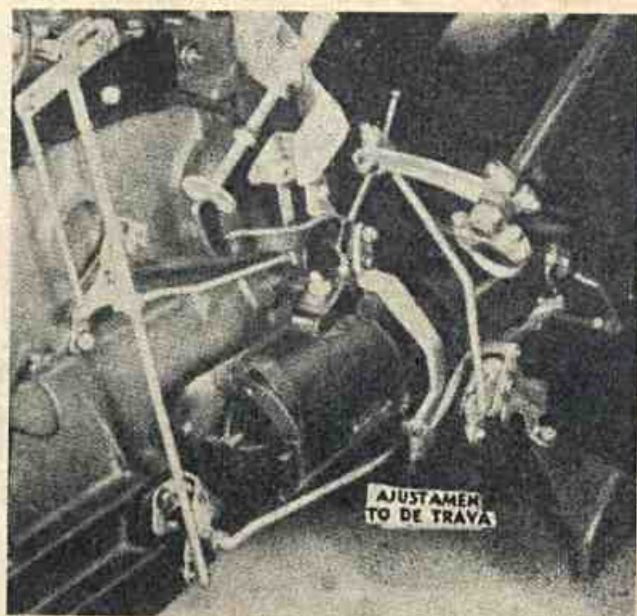

Fig. 89 — Ajustamento da trava do arranque.
- 3 — Com a alavanca do pedal de partida calcada ao máximo contra o parador, ajusta-se o comprimento do tirante da trava por meio de porcas ajustadoras, de modo que o indicador de mudança (sob o volante de direção) volta de qualquer posição de mudança para a posição Neutra quando o pedal for completamente deprimido (fig. 89).